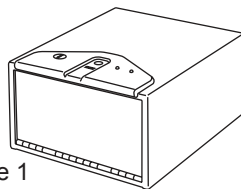

Figure 1
**NOTE SUR LA FERMETURE DU COFFRE:** Les besoins sécuritaires d'être dans une position verticale, comme le montre la figure 1, le mécanisme de verrouillage pour fonctionner correctement. Le défaut de monter le coffre-fort dans la position verticale correct compromettra la sécurité et la sûreté du coffre-fort.